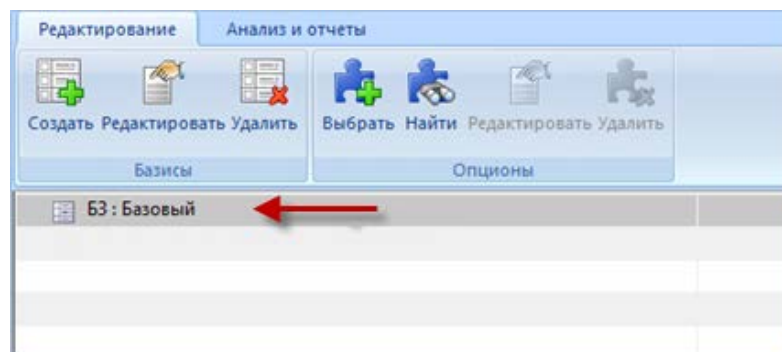

Рис. 13-41 – Созданный базис в окне редактора
2) Ввести «Код» и «Наименование» создаваемого конфигурационного базиса и нажать кнопку «ОК». В левом окне редактора появятся код и наименование конфигурационного базиса (рис. 13-41).